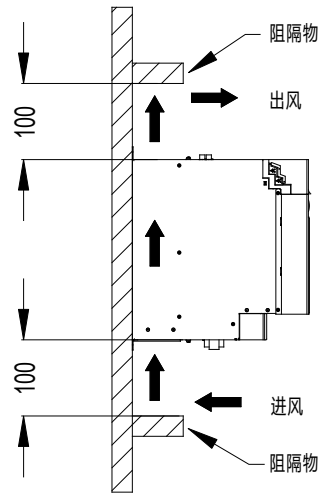

图 4-4 上下阻隔安装空间（上述尺寸为最小极限尺寸，单位：mm）
- 3、单元的上方和下方必须保持最小通风空间，以确保散热良好，请参考图 4-4。